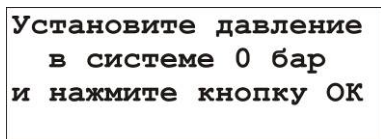

Рисунок 4.7 - Экран первого этапа калибровки
5. Контролируя давление внешним манометром установить давление в системе 0 бар и нажать клавишу \checkmark . Экран первого этапа калибровки представлен на рис. 4.7.